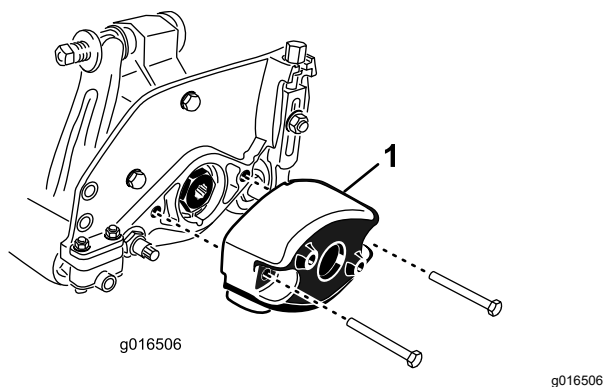

Figura 8
1. Togliete i 2 bulloni che fissano il contrappeso all'estremità sinistra dell'apparato di taglio. Togliete il contrappeso (Figura 8).
5. Sull'estremità destra dell'apparato di taglio applicate un leggero strato di olio sull'O-ring e montate il contrappeso con i bulloni rimossi in precedenza (Figura 8). Serrate i bulloni a un valore compreso tra 16 e 20 N·m.